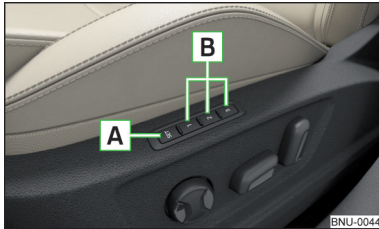

Abb. 81
Unter den Speichertasten **B** am Fahrersitz kann jeweils eine Einstellung der Fahrersitz- und Außenspiegelposition gespeichert werden » **Abb. 81**.
- › Die Taste **SET** **A** » **Abb. 81** drücken und anschließend innerhalb von 10 s die gewünschte Speichertaste **B** drücken. Das Speichern wird mit einem akustischen Signal bestätigt.
- › Die Zündung einschalten und die gewünschte Speichertaste **B** » **Abb. 81** drücken.